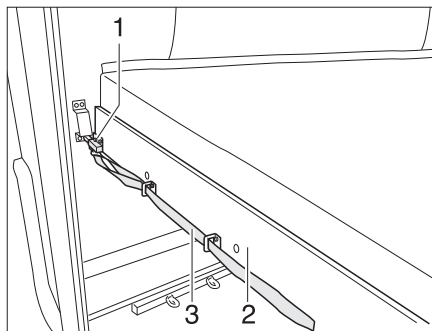

Fig. 168 Litera (parte trasera)
- Tirar del lazo (Fig. 168,3) y soltar el pestillo (Fig. 168,1).
- Tirar el somier (Fig. 168,2) junto con el colchón hacia delante hasta que engatille.